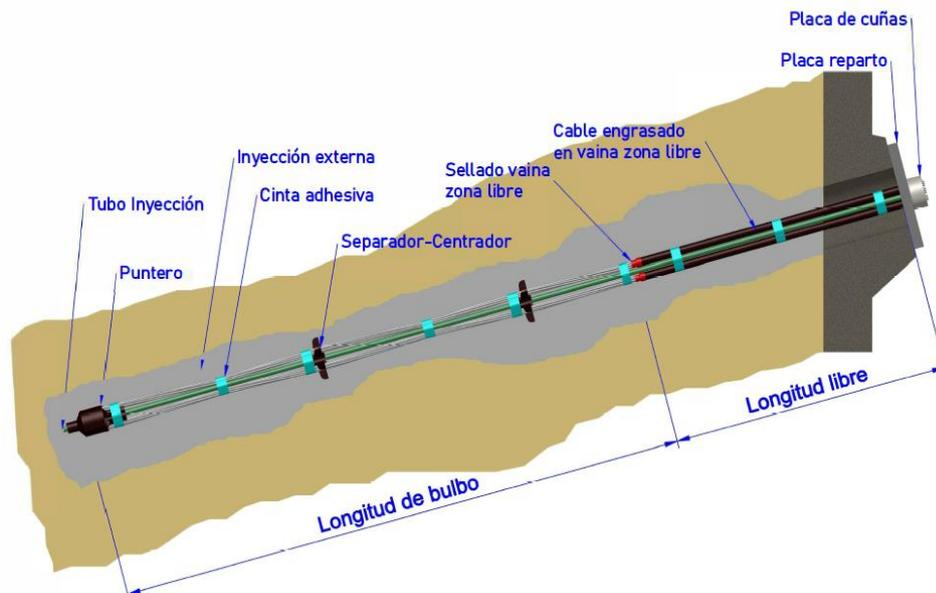

Figura 1. Definición del anclaje provisional
- **Anclaje provisional:** de acuerdo con el DEE 160071-00-0102, con protección limitada contra la corrosión, tipo PLL (ver Figura 1 y Anexo 1). En este tipo, cada sección está protegida contra la corrosión de la siguiente manera: